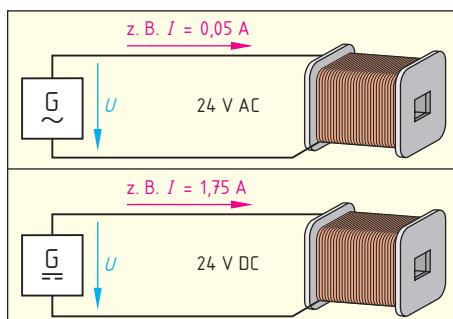

Bild 2: Spule an AC und an DC
2. Erklären Sie mit dem Induktionsprinzip und der lenzschen Regel, warum der Strom in einer Schützspule, z.B. bei AC 24 V, wesentlich kleiner ist, als in derselben Spule bei DC 24 V (**Bild 2**).